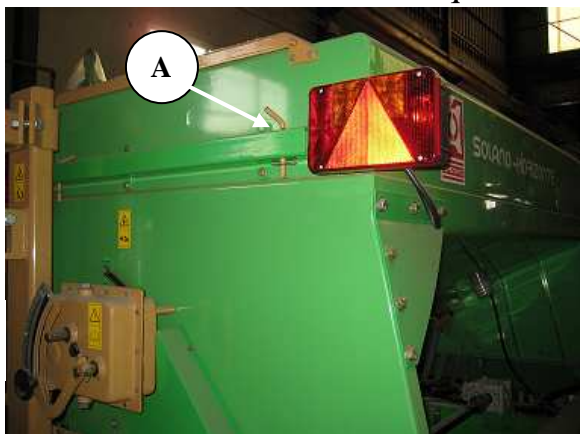

Fig. 08-05
hemos de extender el kit eléctrico para que se ajuste a norma, para ello retiraremos los pasadores "R" (A) fig.08-05 extenderemos los soportes de los pilotos y lo introduciremos de nuevo en los agujeros que el brazo lleva al efecto. Con esta operación los pilotos quedarán a la medida reglamentaria.